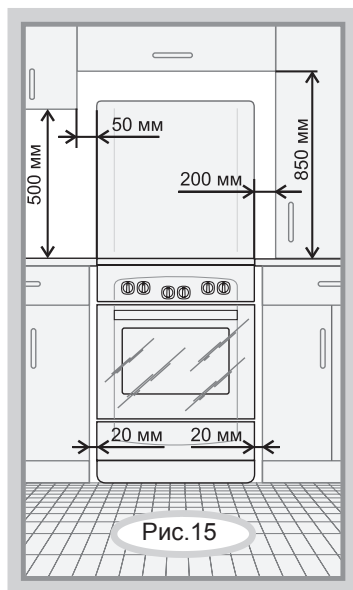

Рис. 15
- Минимальные расстояния, которые необходимо выдержать при установке плиты, показаны на рис. 15. Задняя стенка плиты должна отстоять от поверхности стены не менее чем на 50 мм.